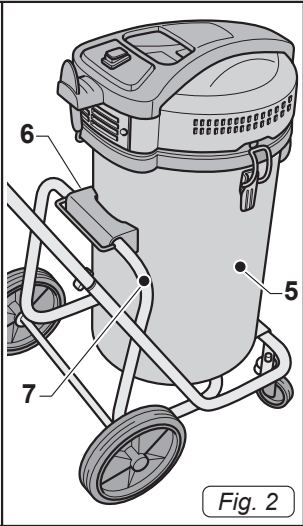

Fig. 2
- Posizionare il fusto (5 Fig. 2) sul carrello agganciando il supporto in plastica (6 Fig. 2) al tubo (7 Fig. 2) del carrello.